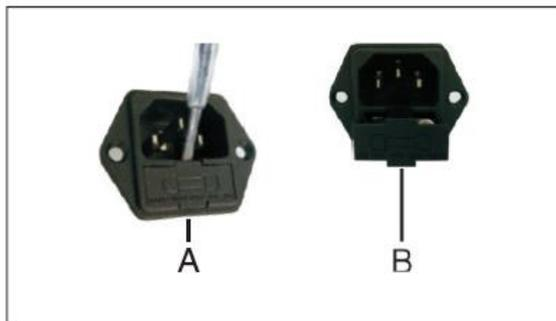

Рисунок 8
10.1 Вставьте плоский конец отвертки в прорезь на крышке предохранителя ниже разъема электропитания и используйте её в качестве рычага (Рисунок 8- А);
10.2 Снимите крышку предохранителя (Рисунок 8- В);
10.3 Вставьте крышку обратно на место (Рисунок 8- В).